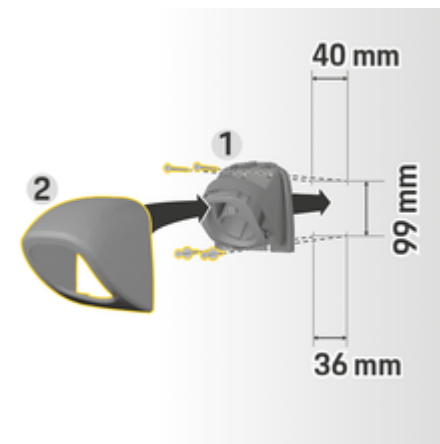

Fig. 5: Cotes de perçage
1. Retirez le support de connecteur **1** (Fig. 5) du cache **2** (Fig. 5).
4. Vissez le support du connecteur **1** (Fig. 5) au mur.
5. Mettez en place le cache **2** (Fig. 5) sur le support du connecteur **1** (Fig. 5) par le bas et enfoncez-le vers le haut.